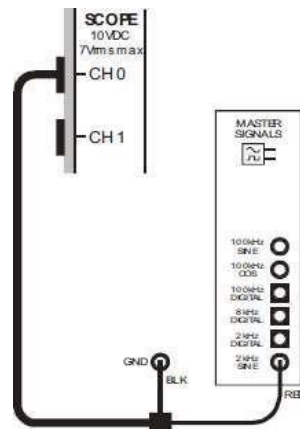

Figura 1.1
1. Conectar al CH0 del osciloscopio una señal de 2KHz SINE (Figura 1.1).